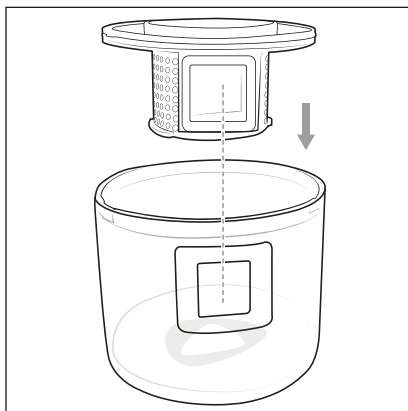

Fig. 7
- 6) Vuelva a insertar el filtro de polvo **6** en el depósito de polvo **4**. Para ello, asegúrese de que los orificios laterales del depósito de polvo **4** y del filtro de polvo **6** coincidan (fig. 7).